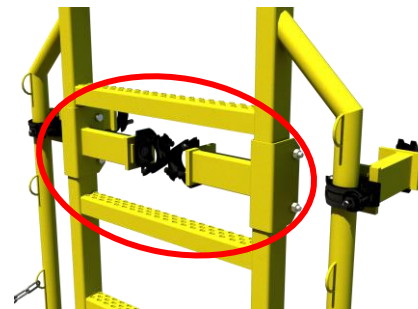

Bild 4
- Die zum Transport mittig am **unteren Podest** angeordneten Halterungen (Bild 4) werden an einem beliebigen **Zwischenstück** montiert. Sie dienen zur Aufnahme der Stützrohre. (Bild 5)